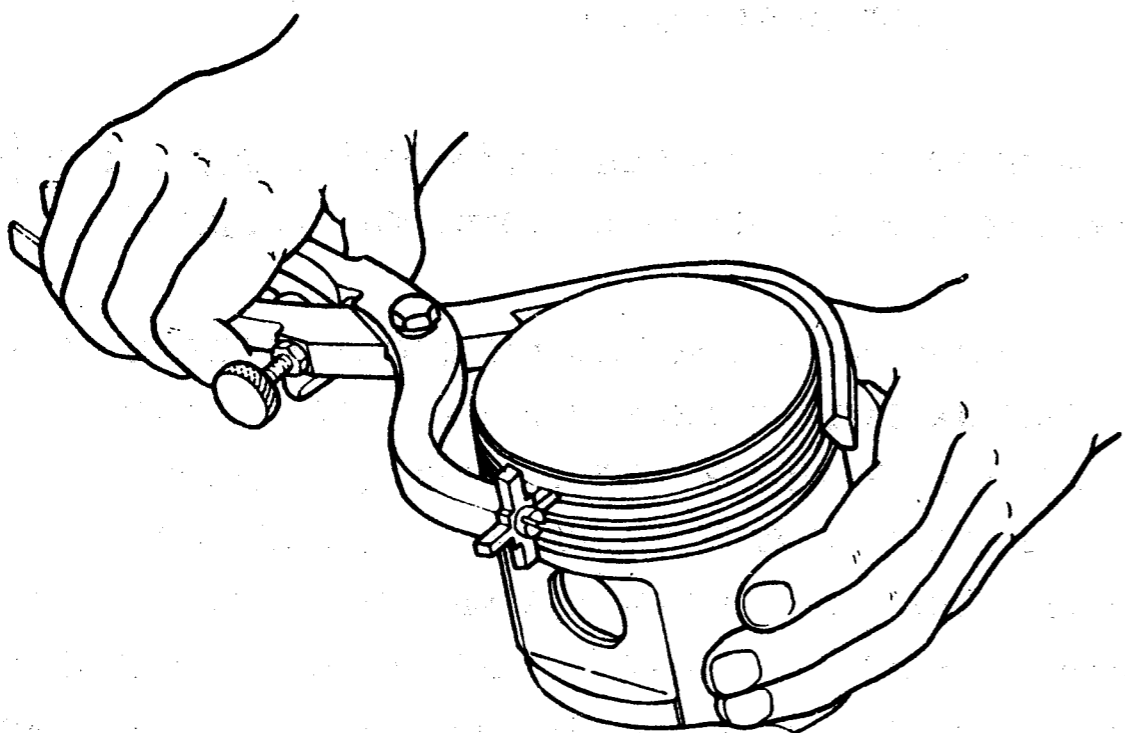

Рис. 55. Очистка нагара в канавках поршней с помощью приспособления 5-У-2769I
- произвести подборку шатунно-поршневой группы. Очистить днища поршней и канавки поршневых колец от нагара, как показано на рис. 55. В случае замены поршня, поршневого пальца или шатуна необходимо сделать следующее: